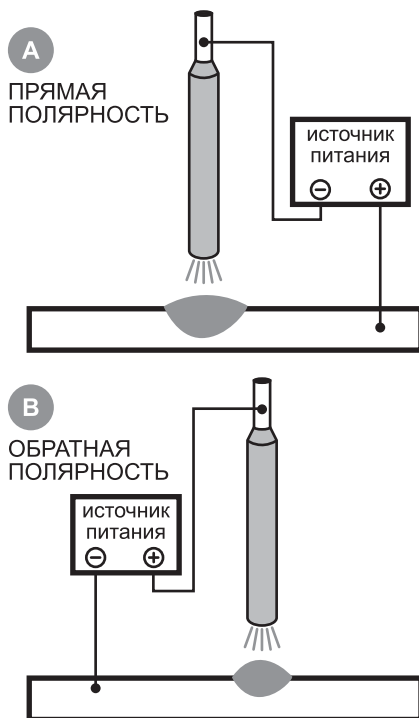

Рис. 5. Места установки сварочных кабелей. А - прямая полярность. В - обратная полярность.
**Прямая полярность** (Рис.5 поз. А) — электрод присоединяется к отрицательному полюсу источника питания дуги, а объект сварки — к положительному.
**Обратная полярность** (Рис.5 поз. В) — электрод присоединяется к положительному полюсу источника питания дуги, а объект сварки — к отрицательному.